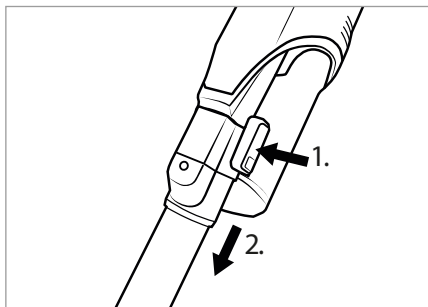

Fig. 11
- ♦ Para remover o tubo de aspiração **23** do aparelho, mantenha o botão de desbloqueio do tubo de aspiração **24** pressionado e puxe o tubo de aspiração **23** da abertura de sucção do aparelho (ver fig. 11).